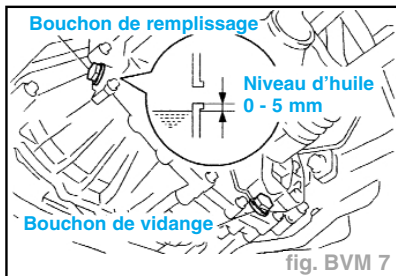

fig. BVM 7
- Vidanger l'huile de boîte-pont (fig. BVM 7) :